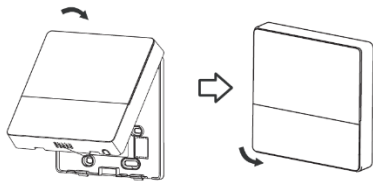

Fig. 3-13
- Depois de ajustar a caixa superior e, em seguida, apertar o fecho da caixa superior, evite prender a cablagem durante a instalação (Fig. 3-13).